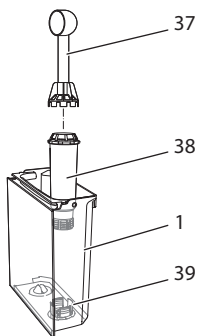

Fig. 18: Vissage/dévissage du filtre à eau
- Retirer le filtre à eau quand l'appareil y invite. (voir Fig. 18).